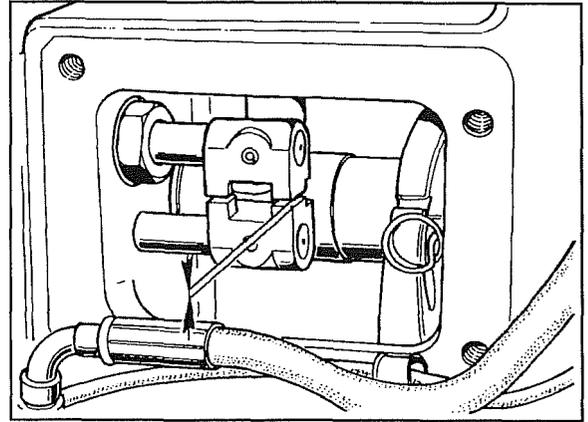

Abb. 6
- Vor dem endgültigen Blockieren der Gabel sicherstellen, daß die Muffe wie in Abb. 6 gezeigt parallel stehen.